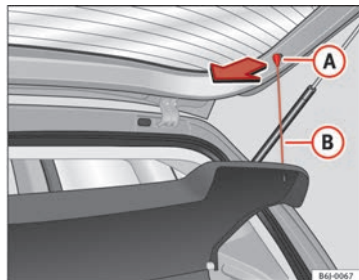

Fig. 99 Plage arrière
- Décrochez les tirants ⇒ fig. 99 (B) de leurs logements (A).